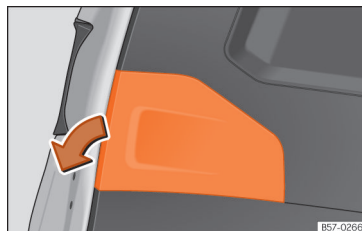

Abb. 202 Geöffnete Heckklappe: Abdeckung entfernen.
- Nehmen Sie die Gepäckraumklappe in Pfeilrichtung ab »» (Abb. 202).